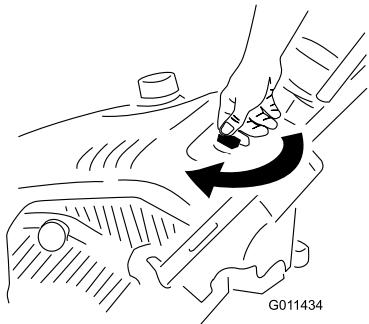

Figure 12
1. Tournez la clé dans le sens horaire en position Contact (Figure 12).